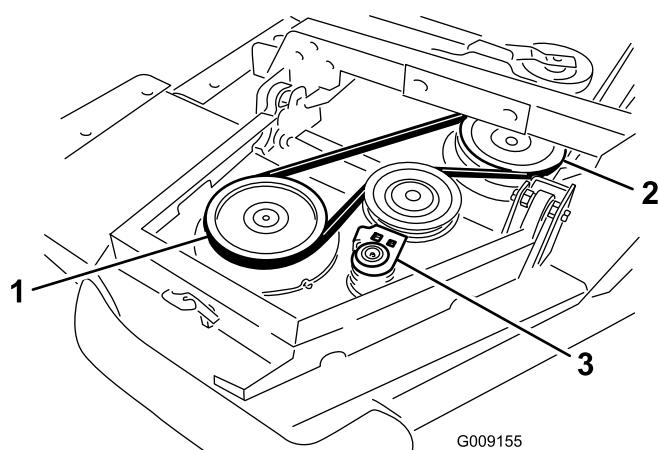

Bild 5
B. Schieben Sie die Spannscheibe mit einem Schraubenschlüssel oder einem ähnlichen Werkzeug von den Scheiben (Bild 5).
A. Legen Sie den Riemen um die Riemenscheibe der Flügelsspindel und die Riemenscheibe der Frontmähwerksspindel (Bild 5).